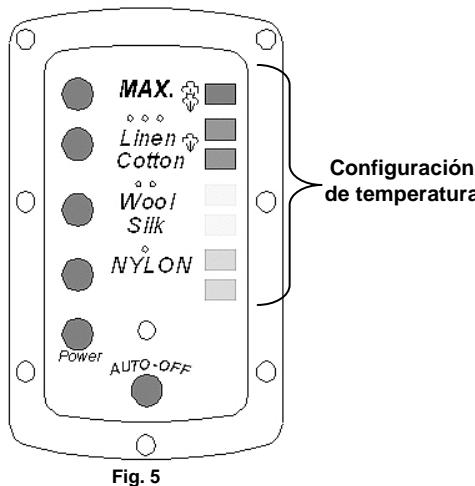

Fig. 5
4. La luz en el lado derecho de la pantalla de control LED dejará de destellar cuando la plancha llegue a la temperatura deseada. (Fig. 5)